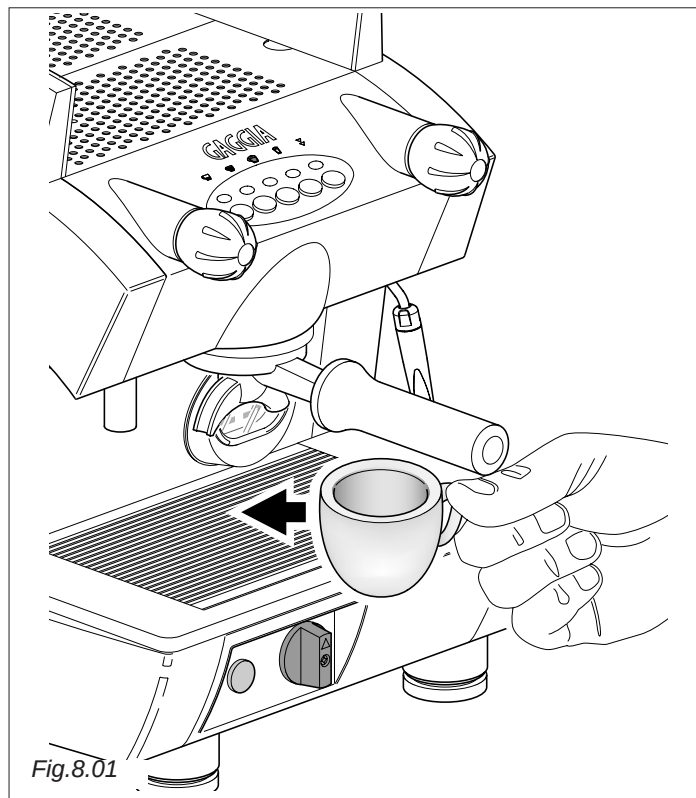

Fig.8.01
- Placer une ou deux tasses sous le porte-filtre (Fig.8.01), appuyer sur l'interrupteur café (Fig. 6.01-pos. **15** pour GE ou clavier pour GD) le café va sortir.